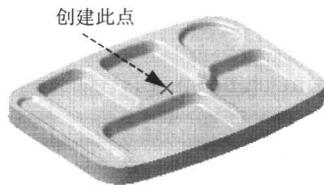

图 1.7 创建点
Step4. 创建如图 1.7 所示的点。
(2) 创建如图 1.7 所示的点。选择下拉菜单 **插入①** → **基准** → **点** 命令，在系统弹出的“点定义”对话框中选择 **点之间** 方式，然后单击 **中点** 按钮。
(3) 单击“点定义”对话框中的 **确定** 按钮完成点的创建。